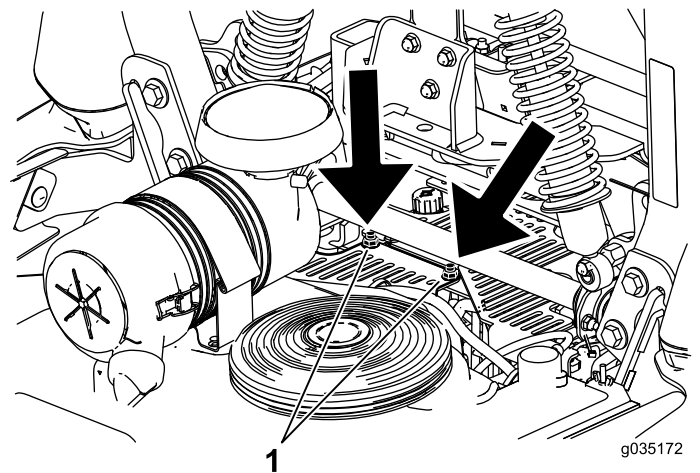

Figure 60
3. Déposez le carénage de l'unité hydraulique en retirant les 2 écrous comme montré à la Figure 60.
5. Posez le carénage de l'unité hydraulique gauche (Figure 60).